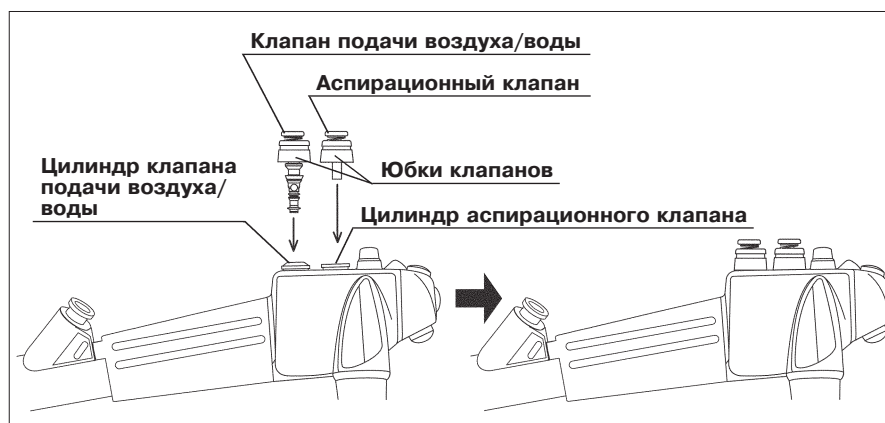

Рис. 3.11
1. Вставьте клапан подачи воздуха/воды в отверстие цилиндра клапана на эндоскопе (см. рис. 3.11).